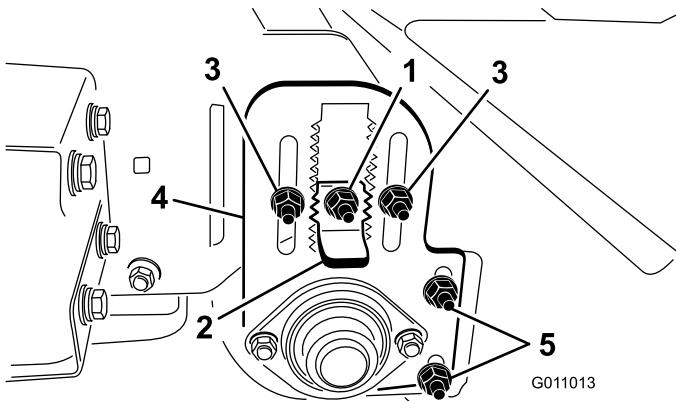

Figura 18
3. Desaperte a porca de bloqueio na chave de ajuste de altura (Figura 18) para que possa ser puxada cerca de 13 mm.
4. Solte as porcas de bloqueio de ajuste da altura do cilindro (Figura 18).
5. Puxe para fora a chave de ajuste da altura e desloque o cilindro traseiro para cima ou para baixo deslizando a chapa de ajuste da altura do cilindro para a altura desejada (Figura 18).
O raspador do cilindro (Figura 18) deve ser ajustado de forma a haver uma distância de 1,5 mm entre o raspador e o rolo. Solte as porcas de ajuste do raspador do rolo, coloque o rolo como desejado e aperte as porcas.